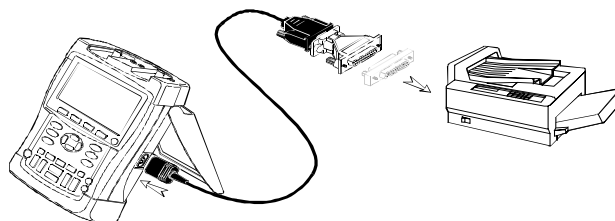

Figure 34. Connecter à une imprimante série
- Le câble d'interface RS-232 opto-isolé (PM9080) pour connecter une imprimante série au OPTICAL PORT (port optique) du testeur. (Voir figure 34.)